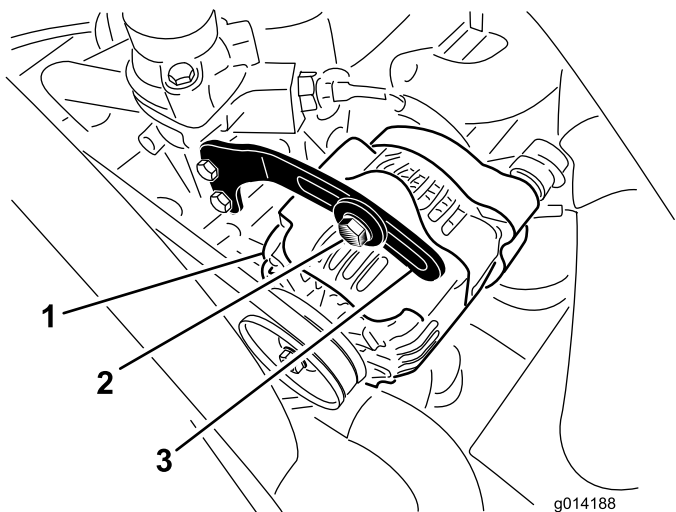

Figura 38
2. Compruebe la tensión de la correa del alternador flexionándola (Figura 38) en el punto intermedio entre las poleas del alternador y del cigüeñal con una fuerza de 10 kg (22 libras).
3. Afloje el perno que sujeta el tirante al alternador (Figura 38), y el perno de pivote del alternador.